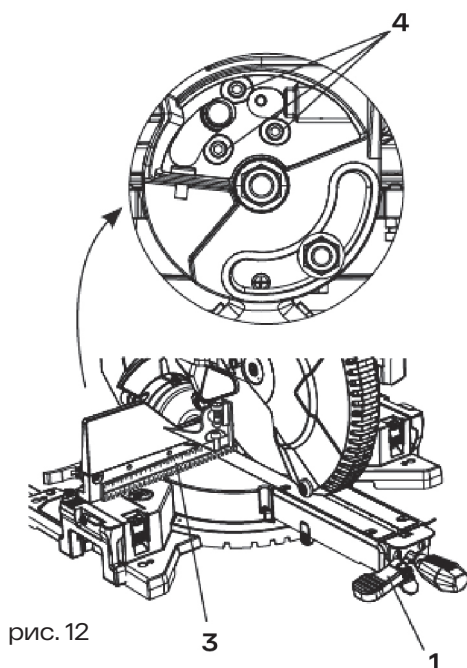
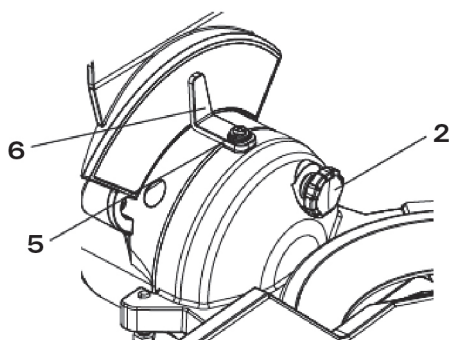

рис. 12
рис. 13
1. Ослабить ручку фиксации наклона (1) (рис. 12). Наклонить режущий блок пилы до упора направо, вставив при этом штифт фиксации наклона 33,9° (2) (рис. 13) напротив стопора наклона на 0°. Затянуть ручку фиксации наклона (1).
2. Поместить комбинированный поверочный угольник (3) (рис. 12) на поворотный стол таким образом, чтобы линейка лежала на столе, а пятка угольника упиралась в режущий диск.
3. Если линейка не параллельна поворотному столу, ослабить три регулировочных болта (4) (рис. 12) в задней части пилы при помощи шестигранника 5 мм. Разблокировать ручку фиксации наклона (1) и отрегулировать режущий блок пилы.
6. Затянуть три регулировочных болта (4) и ручку фиксации наклона (1), когда выравнивание будет завершено.
1. Когда режущий диск в точности перпендикулярен столу, ослабить винт указателя наклона (5) при помощи отвертки (рис. 13).
2. Установить указатель наклона (6) на отметку «0» на шкале наклона и затянуть винт указателя наклона (5).
1. Ослабить ручку фиксации наклона (1) и установить режущий блок пилы под углом 45° (рис. 12).
2. Извлечь стопорный штифт 33,9° (2) и наклонить режущий блок пилы вправо до упора (рис. 13).
3. Используя комбинированный угольник, проверить, отклоняется ли угол между режущим диском и столом от 45° (см. рис. 12).
2. Извлечь стопорный штифт 33,9° (2) и наклонить режущий блок пилы влево до упора (рис. 13).